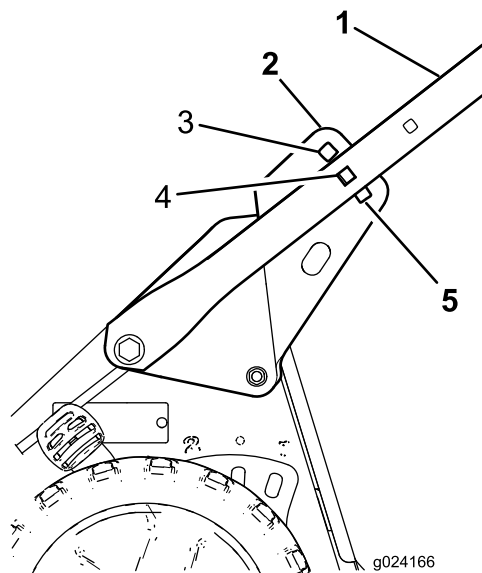

Figura 5
5. Coloque-se por detrás da máquina, na posição de operação, para determinar a altura mais confortável da pega (Figura 5).